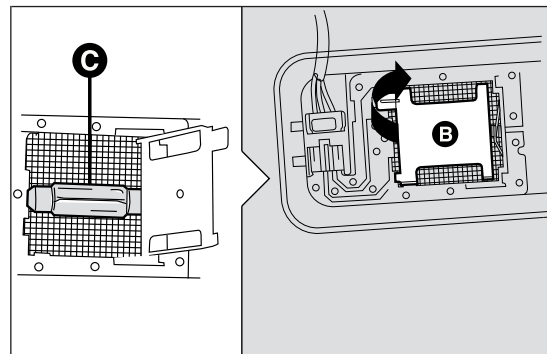

fig. 149
- ☐ abrir la tapa B fig. 149 como se indica;
- ☐ sustituir la lámpara C fig. 149 soltándola de los contactos laterales, colocar la nueva lámpara y asegurarse de que quede correctamente fijada entre estos;